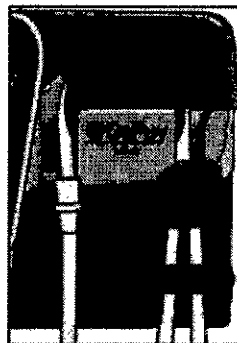

Figura 17
9. Gire la válvula de manguito hasta que quede en posición horizontal para cerrarla (figura 17).